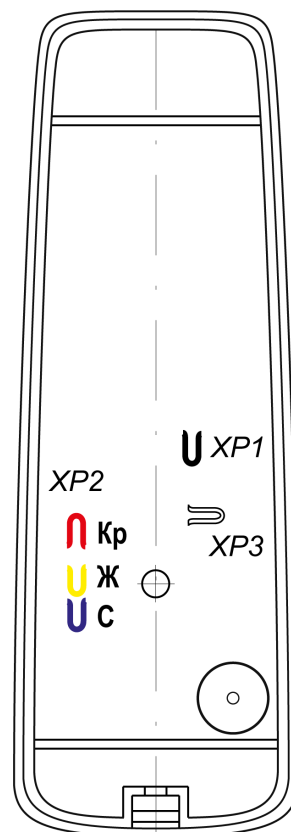

Рисунок 3. Расположение трех перемычек «Конфигурация» (**XP2**), перемычек «Отключение концевого резистора» (**XP1**) и «Тип выходного интерфейса» (**XP3**)
Номер считывателя от 1 до 8 задается с помощью конфигурационных перемычек **XP2** (см. рис. 3). Соответствие номера считывателя положению перемычек указано в таблице 1.
Для изменения формата выходных данных интерфейса *Wiegand* необходимо при монтаже считывателя перекусить кусачками соответствующие перемычки-проводом **XP2** (см. рис. 3), расположенные на тыльной стороне корпуса считывателя под металлическим основанием. Изменение формата выходных данных интерфейса *Wiegand* производится перекусыванием перемычек в соответствии с Таблицей 4.
Считывание кода подтверждается считывателем кратковременным миганием индикатора желтым цветом, сопровождаемое кратковременным звуковым сигналом. Для включения варианта управления «*double-line*» необходимо при монтаже считывателя перекусить кусачками перемычку-провод красного цвета «*single-double*» **XP2** (см. рис. 3), расположенную на тыльной стороне корпуса считывателя под металлическим основанием.
5. При помощи трех перемычек **XP2** (см. рис. 3):
6. При работе с интерфейсом *RS-485* учтите, что с целью предотвращения искажений сигнала на концах линии связи *RS-485* должны быть установлены концевые резисторы. В считывателе **PERCo-IR13** такой резистор предусмотрен конструктивно. Если устанавливаемый считыватель не является конечным устройством на линии связи, то на нем необходимо отключить концевой резистор, для чего перекусите перемычку **XP1** (черного цвета, см. рис. 3). Проверьте наличие концевых резисторов на реальных концах линии связи интерфейса *RS-485*.